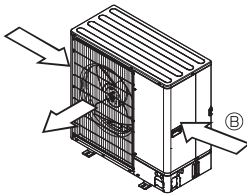

Fig. 2-6
③ Poziționați unitatea astfel încât gura de evacuare a aerului să sufle perpendicular pe direcția din care bat vânturile sezoniere, dacă este posibil. (Fig. 2-6)